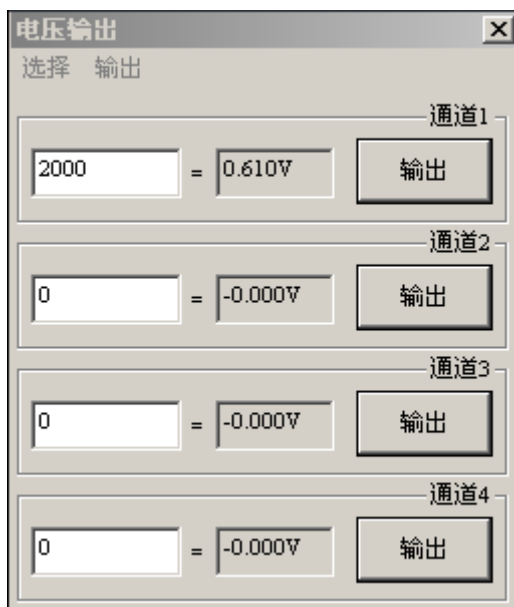

图 4-18 电压输出对话框
- (1) 断开端子板上轴信号连接线缆，将万用表选至电压测量档，地线连接端子板轴信号的 pin13 数字地，万用表正线测试轴信号接口的 pin8（DAC）模拟输出接口；
- (2) 在 MCT2008 软件主界面点击菜单“视图”->“电压输出”，将会弹出电压输出模块对话框，如图 4-18 所示；